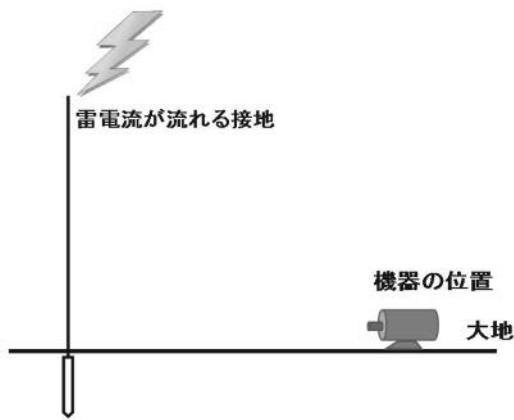

図 1. 設置と機械の位置
- ①図 1 に示すような接地位置と機器位置があったとする。